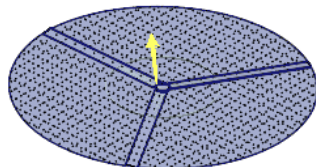

图 5.28 合并 6
(1) 按住 Ctrl 键，选取合并 5 和上一步创建的复制面组为合并对象（选择顺序不能错）。
(2) 单击 **分型面** 操控板中 **编辑** ▾ 区域的 合并 按钮，此时系统弹出“合并”操控板。
(3) 定义合并修剪的方向，调整合并方向，如图 5.28 所示。
(4) 在“合并”操控板中单击 按钮。